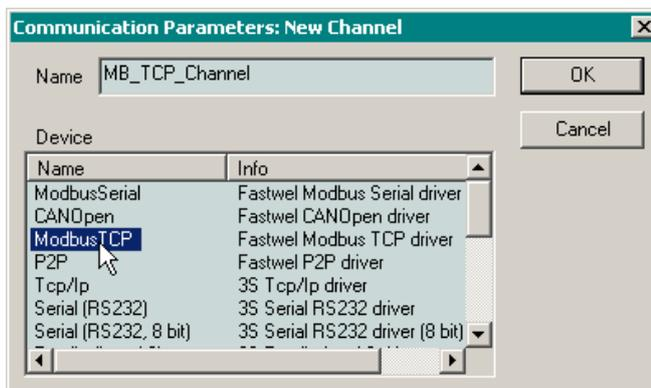
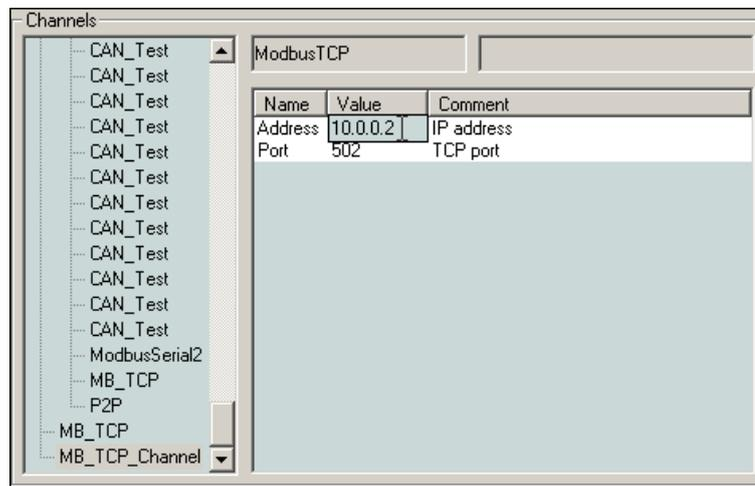

Рис. 45. Создание канала с использованием драйвера Fastwel MODBUS driver
Рис. 46. Настройка параметров канала
3. Для создания логического информационного канала нажмите кнопку **New** и в появившейся диалоговой панели введите имя создаваемого канала, а в списке **Device** выберите строку *ModbusTCP: Fastwel Modbus TCP driver*, как показано на рис. 45 и закройте диалоговую панель нажатием кнопки **OK**. В древовидном списке **Channels** диалоговой панели **Communication Parameters** появится элемент, соответствующий созданному каналу, а в таблице параметров канала справа – параметры созданного канала, как показано на рис. 46.